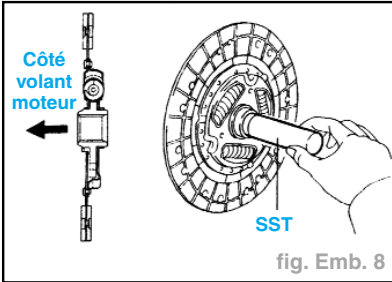

fig. Emb. 8
- Introduire le SST dans le disque d'embrayage, puis les insérer dans le volant-moteur (fig. Emb. 8). **STT : 09301-00131**